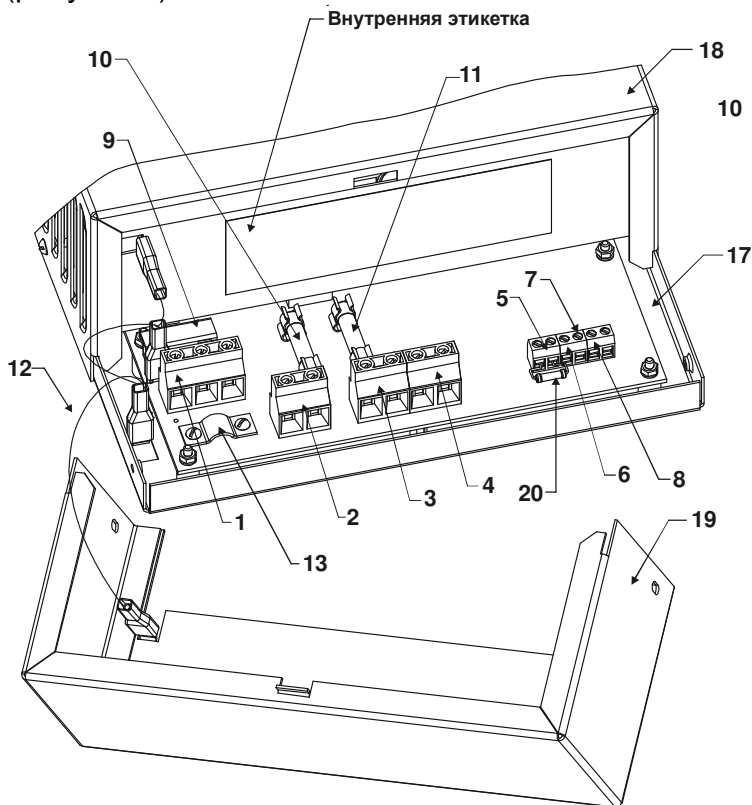

Рисунок 1
Источник размещен в металлическом корпусе, состоящем из днища, кожуха основного и кожуха монтажного отсека. Кожух основной скрывает радиоэлементы, не требующие обслуживания при эксплуатации источника, под кожухом монтажного отсека расположены элементы коммутации и защиты (рисунок 1), которые размещены на печатной плате.
Снимите кожух монтажного отсека поз.19 рисунок 1 для доступа к элементам коммутации и защиты. При необходимости отсоедините переключку заземления поз.12 рисунок 1.
- ◆ Подключите, соблюдая фазировку шнур питания сетевой (входит в комплект поставки) к соответствующим контактам колодки «Сеть», пропустив их под прижимной планкой (поз.13 рисунок 1), предварительно ослабив фиксирующие ее винты не более чем на 4-5 оборотов, после чего затяните винты прижимной планки до обеспечения жесткой фиксации проводов.